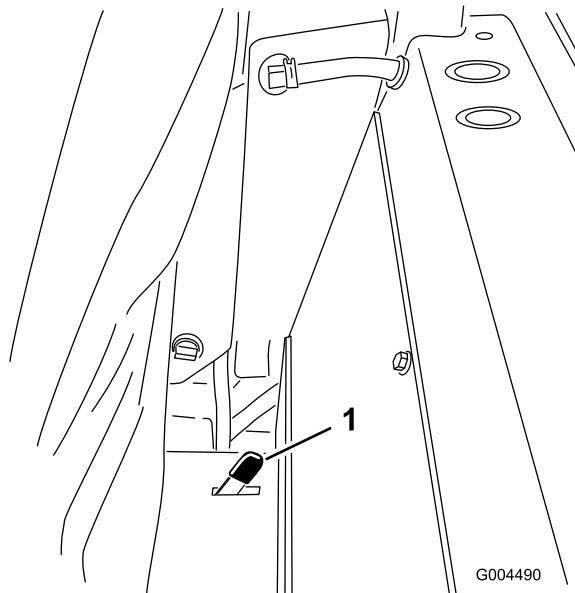

Figura 34
2. Empurre um dos engates do banco que se encontram nos lados do banco atrás, para trás para desengatar o banco e puxe para a frente na parte de cima do banco (Figura 34).